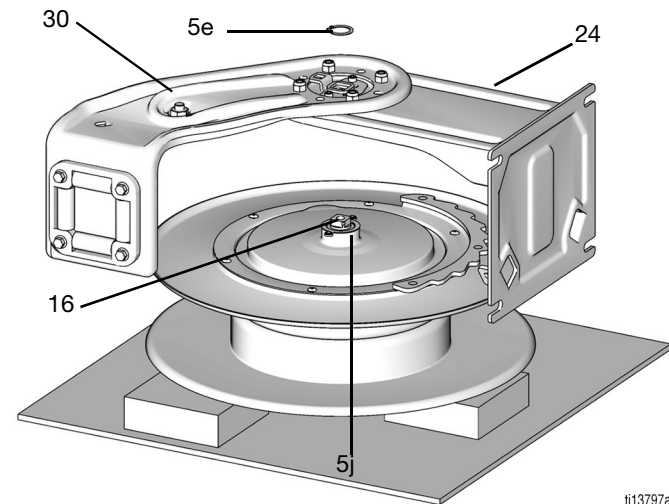

ABB. 22
10. Entfernen Sie den Sprengring (5e) (ABB. 22).
13. Legen Sie die neue Spule (5) seitlich auf eine Werkbank, mit der flachen Seite der Spule nach unten und der Ratschenseite nach oben, siehe ABB. 22.
14. Positionieren Sie Führungsarm (30) und Fußsockel (24) über der Spule. Verstellen Sie diese, falls notwendig, zur Ausrichtung der Teile.
HINWEIS: Das Wiederanbringen des Führungsarms (30) und des Fußsockels (24) ist einfacher, wenn die Spule (5) abgestützt und eben ist. Platzieren Sie 25 mm (1 Zoll) große Restholzklötze unter der Spule, wie dargestellt in ABB. 22, die den Arm während der Montage des Arms unterstützen.
17. Setzen Sie die Scheiben (15 und 17) und die lange Schraube (18) ein, ziehen Sie die Schraube aber nicht fest.
19. Befestigen Sie den Führungsarm (30) und die Fußseinheit (29) wieder über der Drehgelenk-Baugruppe und der Spule (5).
20. Installieren Sie die große Mutter (11) und ziehen Sie diese fest (mit 115.2 - 142.4 N•m, 85 - 105 ft-lb festziehen) (ABB. 22).
21. Ziehen Sie die Schraube (18) mit 33,9 - 47,5 N•m, 25 - 35 ft-lb fest.
22. Führungsarm (29) und Führungsarm (30) ausrichten, dann Schrauben (27) montieren und festziehen (Drehmoment 27,1 - 40,7 N•m, 20 - 30 ft-lb).
23. Richten Sie die Fußeinheit (26) am Sockel (24) aus. Installieren Sie zwei Schrauben (27) und ziehen Sie diese fest (mit 27.1 - 40.7 N•m, 20 - 30 ft-lb festziehen).